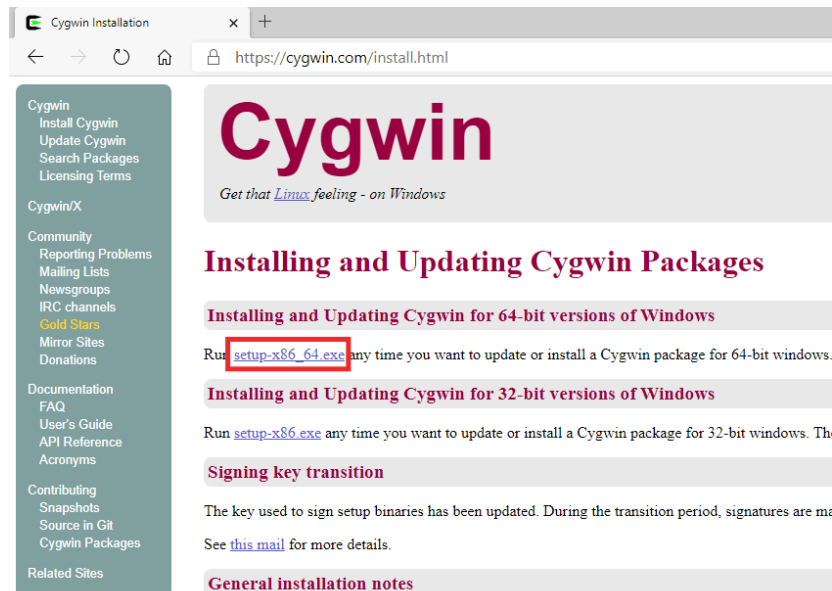

Figura 101. Página web de la instalación de Cygwin
1. Abra en un navegador la página web de instalación (<https://cygwin.com/install.html>) y descargue el archivo de instalación, llamado `setup-x86_64.exe` (Figura 101).